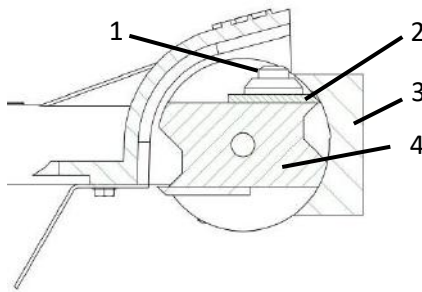

Abb. 9 Messer einstellen
- > Lösen Sie die Messerschraube (1 – Abb.9).
- > Schieben Sie das Messer (2 – Abb.9) nach ganz hinten.
- > Legen Sie die Messerlehre (3 – Abb.9) auf die Walze (4 – Abb.9) auf, so dass diese auf den beiden Auflageflächen der Walze oben und unten aufliegt.